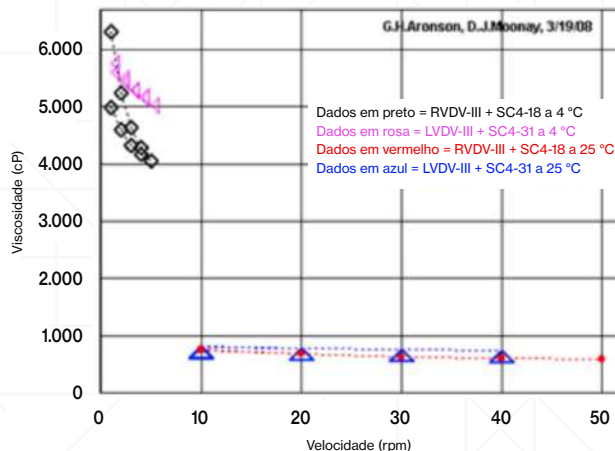

Figura 1: Calda para panquecas a 4 °C e a 25 °C, análise de viscosidade vs. velocidade, rpm.
- Figura 1: As análises de viscosidade vs. velocidade mostram que a viscosidade é maior a 4 °C do que a 25 °C, com redução da viscosidade à medida que a velocidade aumenta.